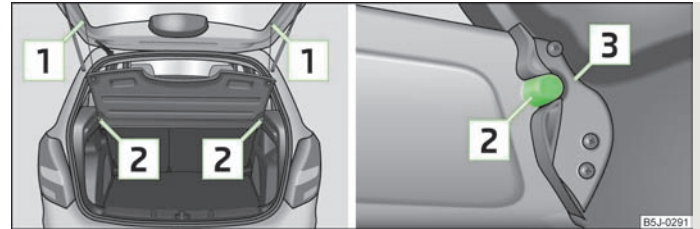

Abb. 45 Gepäckraumabdeckung ausbauen
- › Die Haltebänder  » Abb. 45 aushängen.